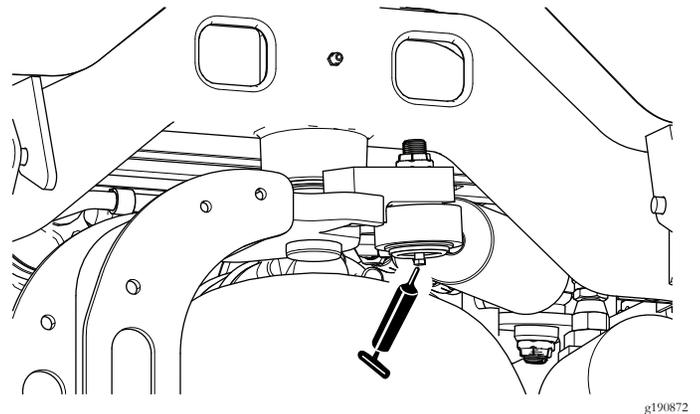

图61
**注意** 如果需要可以在转向油缸的另一端安装额外的黄油嘴。拆下轮胎安装黄油嘴涂抹上润滑脂拆下黄油嘴并安装塞子 (图61)。